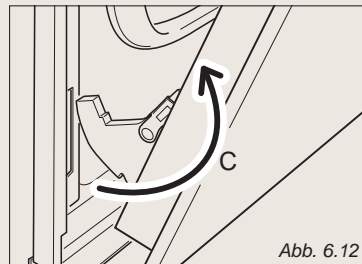

Abb. 6.12
- * Das Bajonett der Scharniere ebenfalls aus dem Sitz nehmen (Abb. 6.12).